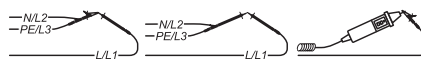

Bild 6.2.2 Anschluss der Messleitungen
- ▶ Schließen Sie die das Ende der Messleitungen gemäß Bild 6.2.2 kurz. Bei der Messleitung mit Schukostecker verbinden Sie die Kontaktstifte L und N.